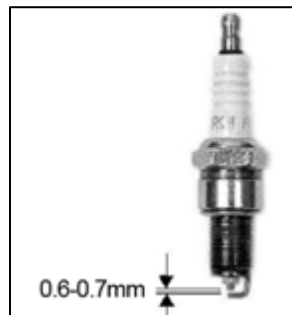

Рис..17
- 3) С помощью щупа установите зазор до 0,6-0,7 мм (Рис.17).